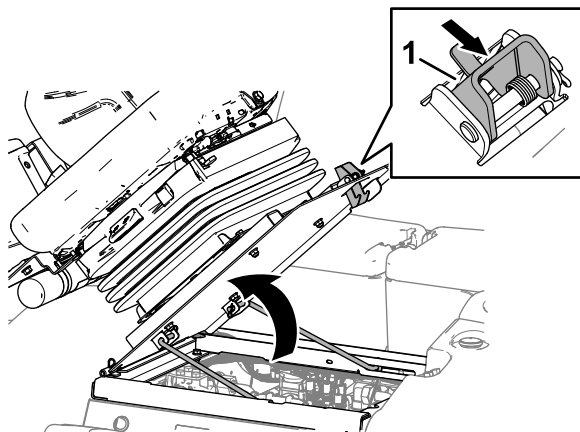

Figure 62
1. Déplacez le verrou du siège vers l'extérieur (Figure 62).